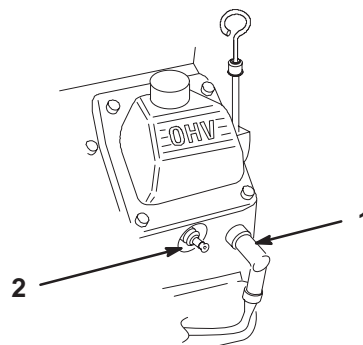

Figure 34
2. Débranchez les fils des bougies (Fig. 34). Nettoyez la surface autour des bougies pour éviter que des impuretés n'endommagent le moteur en tombant à l'intérieur.
3. Connectez les fils aux bougies (Fig. 34).